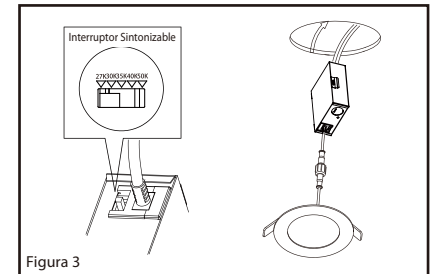

Figura 3
4. Conecte la caja de conexiones al panel LED empotrado con el conector de bloqueo rápido. (Figura 3)
5. Mueva el interruptor deslizante a su color de luz apropiado (2700K / 3000K / 3500K / 4000K / 5000K). Coloque la caja de conexiones en el techo a través del recorte. (Figura 3)